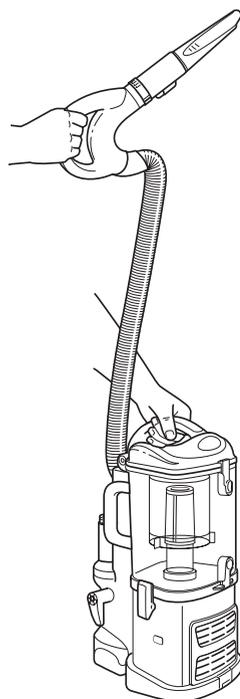

Fig. 15
- 4 Faites glisser l'interrupteur d'alimentation (« ON/OFF ») à la position « I » pour nettoyer des surfaces élevées et tenez la poignée d'une main tout en transportant l'aspirateur portable *Lift-Away*MC de l'autre main pour vous déplacer dans toutes les pièces. (Fig. 15)